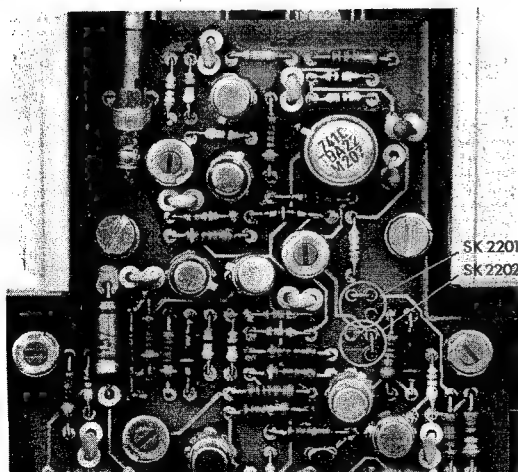

Abb. 3.2.4. Stellung "AUGENBLICKSWERT" der Drahtbrücken SK2201/SK2202
- Die Drahtbrücken SK2201 und SK2202 auf der Multiplikator-Leiterplatte auf "AUGENBLICKSWERT" stellen (siehe Abb. 3.2.4.).
- Die Drahtbrücken SK2201 und SK2202 auf "AUGENBLICKSWERT" bringen (siehe Abb. 3.2.4.).